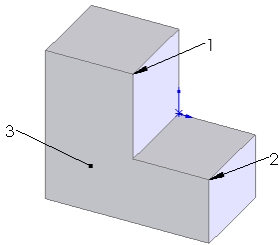

图 5-2 拉伸的图形
01 新建零件，绘制如图 5-2 所示的图形。
03 选择测量点。单击图 5-2 中的点 1，则“测量”属性管理器中便会显示该点的坐标值。
- 01 新建零件，绘制如图 5-2 所示的图形。
- 03 选择测量点。单击图 5-2 中的点 1 和点 2，则“测量”属性管理器中便会显示所选两点的绝对距离以及 X、Y 和 Z 坐标的差值。
- 03 单击图 5-2 中的面 3，则“测量”属性管理器中便会显示该面的面积与周长。
**01** 新建零件，绘制如图 5-2 所示的图形。